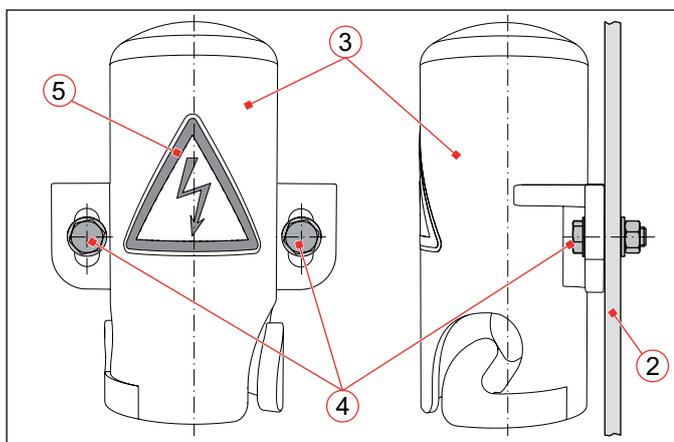

Abb. 16: Bliddose (3) mit Schrauben (4) an Befestigungstraverse (2) montieren und Warnschild (5) aufkleben
- ▶ Die Bliddose (**Abb. 16/3**) mit 2 Sechskantschrauben M12 inkl. Muttern und geeigneten Schraubensicherungselementen (4) an der vorbereiteten Befestigungstraverse (2) festschrauben. Das Drehmoment für die Befestigungsschrauben muss entsprechend den konstruktiven Gegebenheiten vom Fahrzeughersteller festgelegt werden.
- ▶ Anschließend das mitgelieferte Warnschild (5) aufkleben.